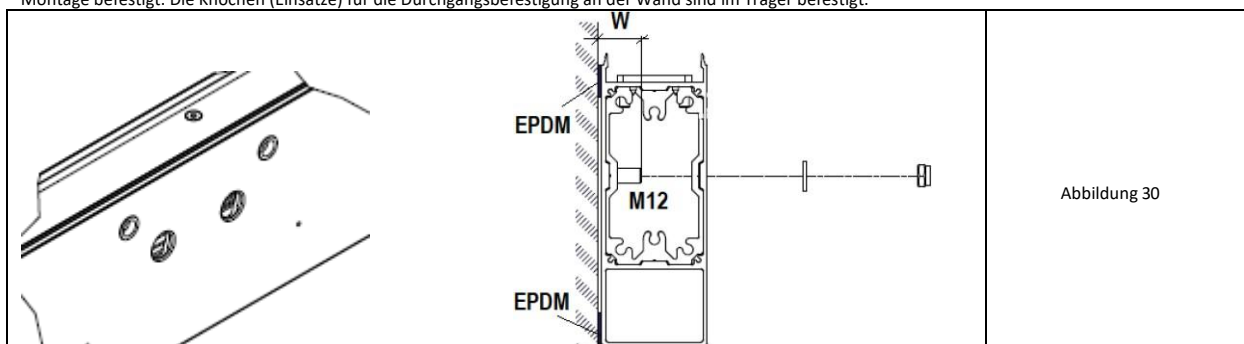

Abbildung 30
2. Setzen Sie die Anker der Größe M12 (nicht im Lieferumfang von SELT enthalten) in den Untergrund ein und achten Sie dabei auf ihre gemeinsame Ausrichtung und die Einhaltung der Achsabstände gemäß der Anordnung der Löcher im Balken. Halten Sie den richtigen Abstand des Ankers von der Wandfläche im Bereich W= min. 35 und max. 45 mm ein (Abb. 30).
3. Nach dem Entfetten der Rückseite des Balkens (auf der Mauer-Seite) kleben Sie an dessen oberem und unterem Rand (Abb. 30) auf.